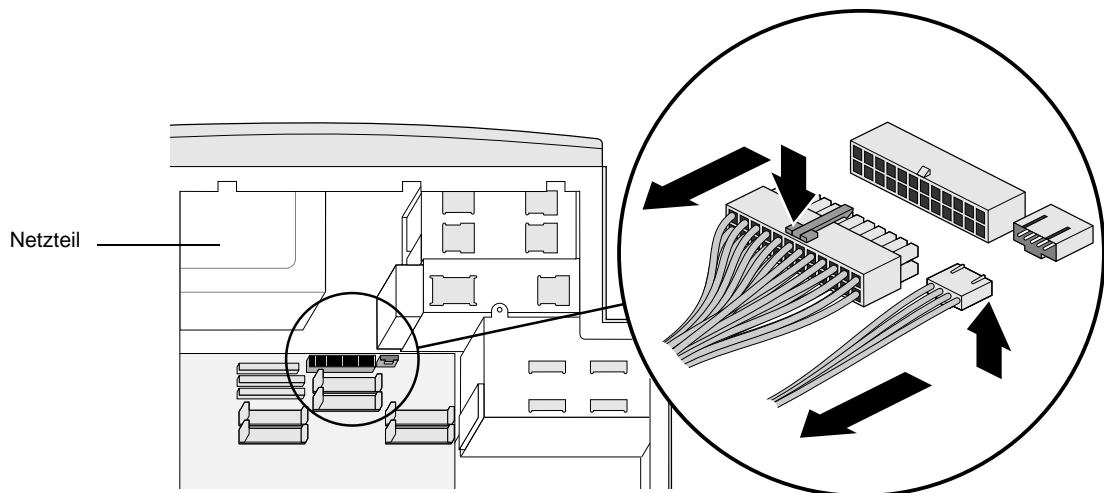

Abbildung 7-1 Lösen der Stromversorgungskabel vom System
- Um das Kabel auf der linken Seite zu lösen, drücken Sie die Zunge oben auf dem Kabelanschluß wie in Abbildung 7-1 herunter und ziehen den Stecker heraus.